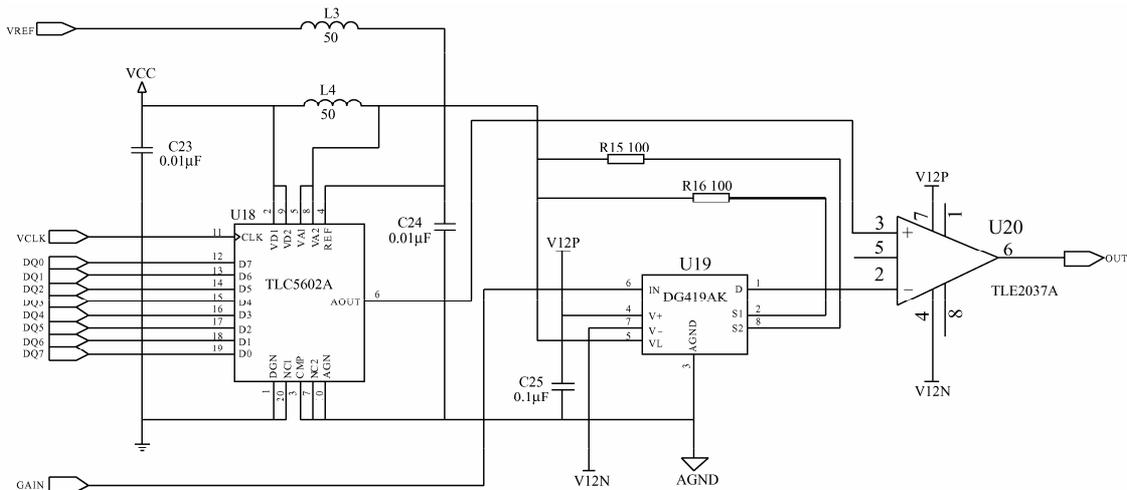

图 3-48 添加了电源和接地的电路图
(6) 接着可以添加接地（Ground）。如果没有退出连线状态，则可以直接在 U18 下面的 1 脚和 20 脚连接端进行连线。如果退出了连线状态，则重复第（1）步的操作。
(7) 产生预拉线后，可以单击鼠标右键，在弹出的快捷菜单中选择“接地”命令。一个接地符号将附着在光标上。
(8) 此时连接的线还处于高亮显示状态，并由接地符号显示在光标处，单击鼠标右键，在弹出的快捷菜单中选择“备选”命令，或者按<Ctrl+Tab>快捷键多次，直到自己希望的接地符号出现。
(9) 在合适的位置单击鼠标左键，则可以实现接地符号的添加。因为在原理图中只有一个 Ground 网络，所以系统不会打开“添加网络名”对话框。
(10) 添加了电源和接地的电路图如图 3-48 所示。